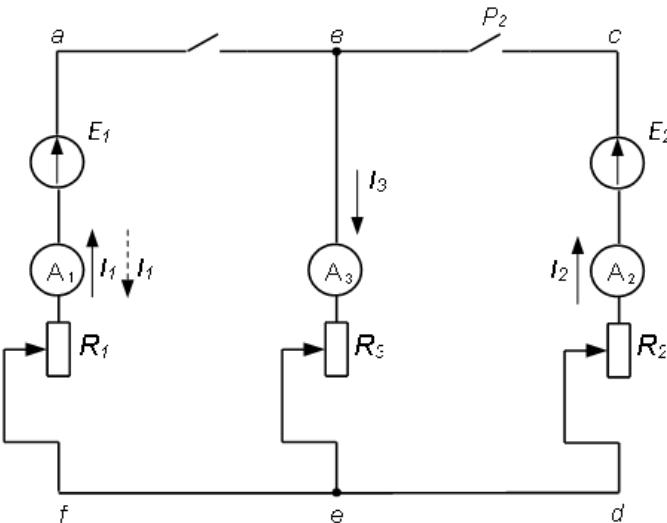

Рисунок 1.3 – Схема для проверки второго закона Кирхгофа
Ветвью электрической цепи называется участок электрической цепи, заключенный между двумя узлами (например, контур *abefa* на рис. 1.3).
Покажем это на примере (рис. 1.3)
3. Собрать схему (рис. 1.3) для проверки второго закона Кирхгофа.